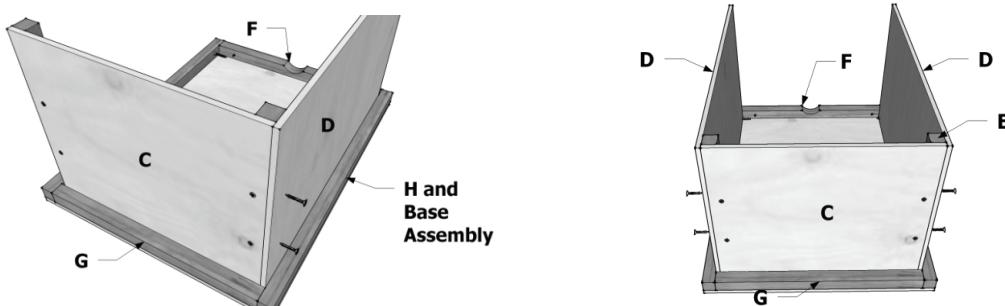

Fig. 4 - Assemblage des côtés du banc, parties C et D. Vissez à intervalles réguliers.
- c. **Faites glisser** le côté adjacent et le panneau arrière (Partie D et C) sur la base comme illustré (Fig. 4)
- e. **Utilisez 4 vis de 1 5/8", fixez** les panneaux latéraux (Parties D) dans les longueurs « 2x2s » verticales. (Fig. 4 à nouveau)